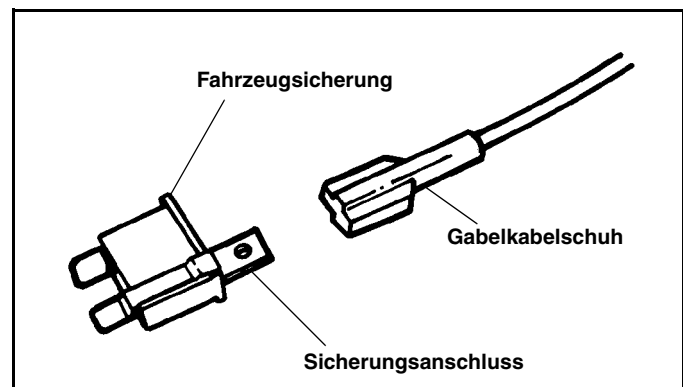

Abb. 2-6
15. Mit einer Testsonde die gesicherte "AUS"-Seite der Sicherung feststellen und das A.T.O.-Sicherungsanschluss an diese Seite der Sicherung anschließen. (Siehe Abb. 2-6)